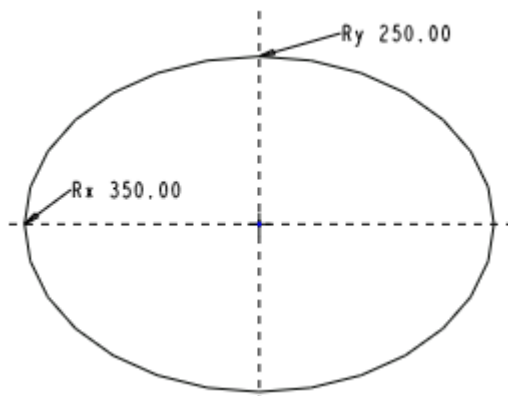

图 50-4
- (2) 单击按钮 ，打开【剖面】对话框，选择 FRONT 基准面为草绘平面。
- (3) 单击【剖面】对话框中的【草绘】按钮，进入草绘工作环境。
(4) 绘制如图 50-4 所示的椭圆，单击  按钮，完成拉伸截面的绘制。